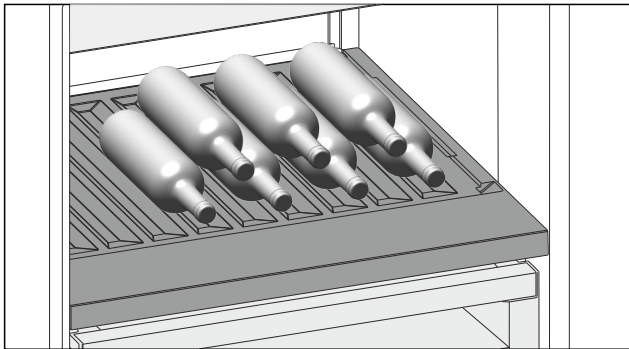

Fig. 184 Représentation à titre d'exemple
- ▶ Placer les bouteilles avec le fond orienté vers la paroi arrière de l'appareil. (voir Fig. 184)